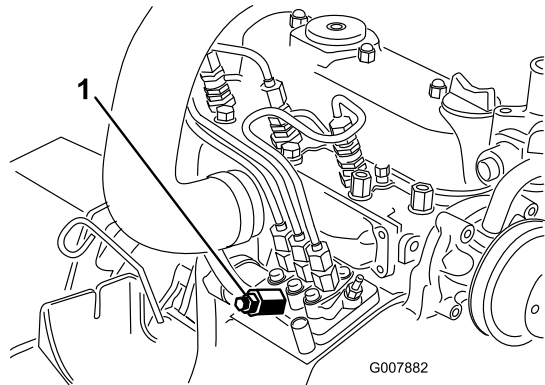

Рисунок 38
3. Поместите ветошь под продувочный винт топливного насоса высокого давления (ТНВД) и откройте его (Рисунок 38).